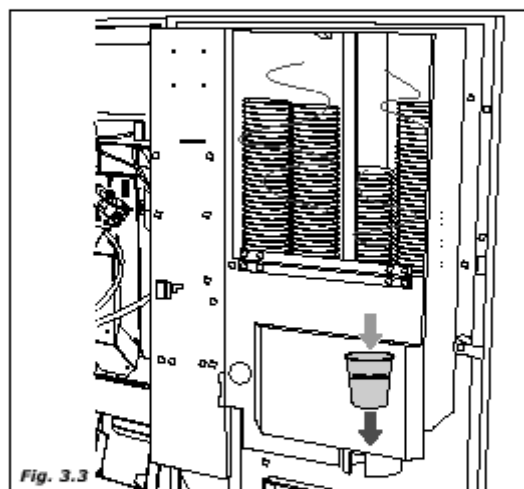

Fig. 3.3
- мотор внутри раздаточного устройства перемещает спираль, которая отделяет одну чашку. Чашка падает в специальный держатель (рис. 3.3)